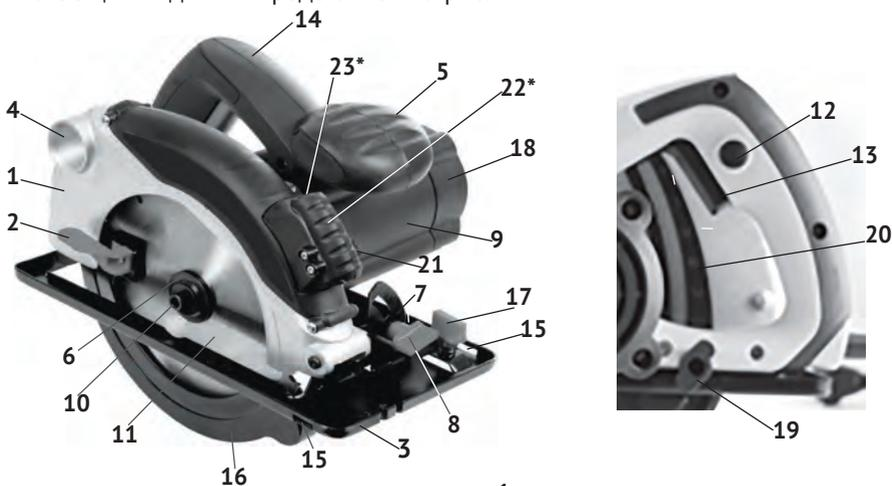
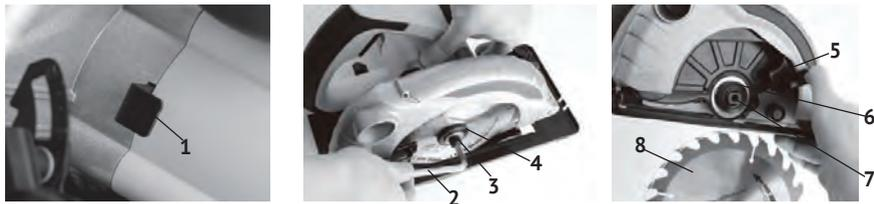

рис. 1
рис.2
1.6 Общий вид пилы представлен на рис.1
1.7 Пила состоит из коллекторного двигателя в пластиковом корпусе (рис.1 поз.9) с закреплённой на нём рукояткой (рис.1 поз.14) и металлического редуктора, совмещённого с верхним неподвижным кожухом (рис.1 поз.1).
Крутящий момент с якоря электродвигателя, через шестерню, передаётся на шпиндель, соосный с электродвигателем. На шпиндель пилы, между опорным и зажимным (рис.1 поз.6) фланцами крепится пильный диск (рис.1 поз.11). Это основной рабочий инструмент пилы.
1.8 Клавиша выключателя (рис.1 поз.13) расположена в передней части рукоятки (рис.1 поз.14). Во избежание самопроизвольного включения инструмента, выключатель снабжён блокировкой клавиши (кнопка блокировки, рис.1 поз.12, расположена на левой части рукоятки). Включение пилы осуществляется нажатием на клавишу выключателя (рис.1 поз.13) указательным пальцем после нажатия и удержания кнопки блокировки большим пальцем. Пила отключается при отпускании клавиши выключателя, при этом кнопка блокировки (со щелчком) возвращается в исходное положение - «заблокировано».
Для обеспечения точности реза, модель ЭПД-1700/190+ укомплектована лазерной направляющей. Блок лазера (рис.1 поз.22) расположен на верхнем кожухе пилы. Кнопка включения лазера (рис.1 поз.23) находится в торце лазерного блока.
Для установки (замены) диска необходимо (см.рис.2):
- зафиксировать шпиндель (рис.2 поз.7), нажав на рычаг стопора (рис.2 поз.1);
- открутить ключом (рис.2 поз.2) винт крепления диска (рис.2 поз.3), снять зажимной фланец (рис.2 поз.4);
- переместить вверх за рычаг (рис.2 поз.5) нижний подвижный кожух (рис.1 поз.16), снять пильный диск (при замене);
- очистить опорный (рис.2 поз.6) и зажимной фланцы;
- установить на шпиндель (рис.2 поз.7) пильный диск (рис.2 поз.8);
- ослабить винт (рис.1 поз.19) фиксации глубины пропила;
- установить опорную плоскость направляющей плиты (рис.1 поз.3) на распиливаемую заготовку;
- ослабить ручку (рис.1 поз.8) фиксации угла наклона;
- наклонив за рукоятку двигатель с диском, выставить по шкале кронштейна (рис.1 поз.7) необходимый угол пиления;
**Внимание!** При пилении под наклоном, значение глубины пропила, устанавливаемое по шкале (рис.1 поз.20), не совпадает с истинным значением. Глубина пропила в данном случае равна перпендикуляру от вершины пильного зуба к плоскости направляющей плиты.
- ослабить винт (рис.1 поз.17) фиксации параллельного упора;
- вставить в отверстия (рис.1 поз.15) и пазы направляющей плиты (справа или слева от пильного диска) линейку упора;
- зафиксировать винтом (рис.1 поз.17) установленный упор.
**Внимание!** Не фиксируйте нижний подвижный кожух (рис.1 поз.16) в открытом положении. Это может привести к заклиниванию диска, а также к травмам и повреждениям. Кожух будет автоматически сдвигаться при подаче заготовки.
3.2 Для замены щёток необходимо снять заднюю крышку (рис.1 поз.18) корпуса двигателя, открутив винты крепления. Вынуть щётки из щёткодержателей и заменить их новыми. Щётки следует заменять парой для обеспечения равной